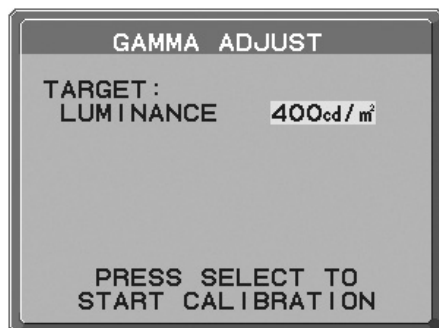

Рисунок 15
- Установите значение параметра “LUMINANCE” (ЯРКОСТЬ) (кд/м²) (**Рисунок 15**). Нажмите “SELECT”, чтобы начать процесс калибровки. Процесс может занять несколько минут, в зависимости от настроек пользователя.